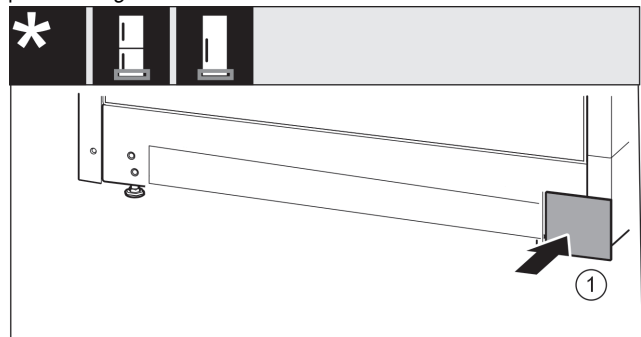

Fig. 16
- ▶ Vndosni sërish në vend kapakun mbulues në anën tjetër. Fig. 16 (1)